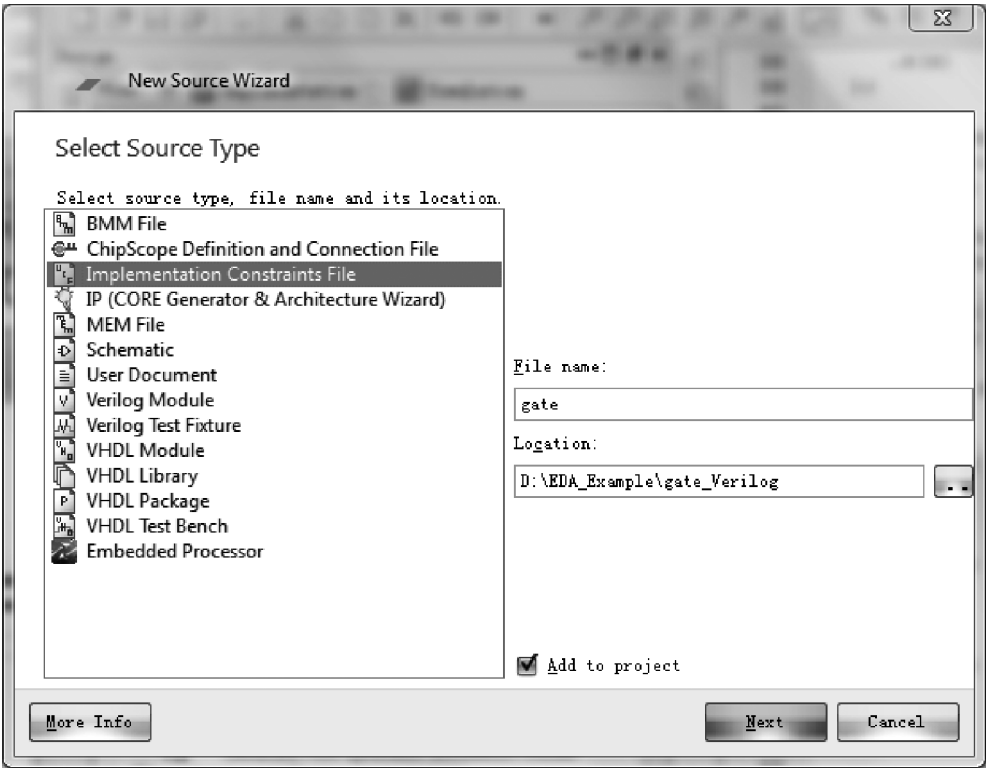

图 3.47 新建.UCF 文件
(3) 如图 3.47 所示,出现 New Source Wizard-Select Source Type 界面。在该界面内按如